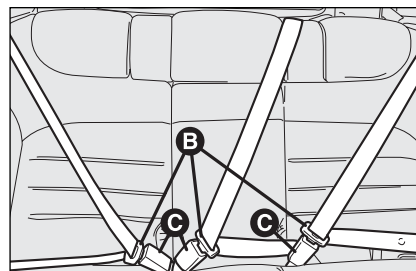

fig. 100
- ☐ en las versiones con asiento trasero no deslizante, antes de inclinar el respaldo, enganche las patillas **B**-fig. 100 de los cinturones de seguridad en las hebillas **C**;